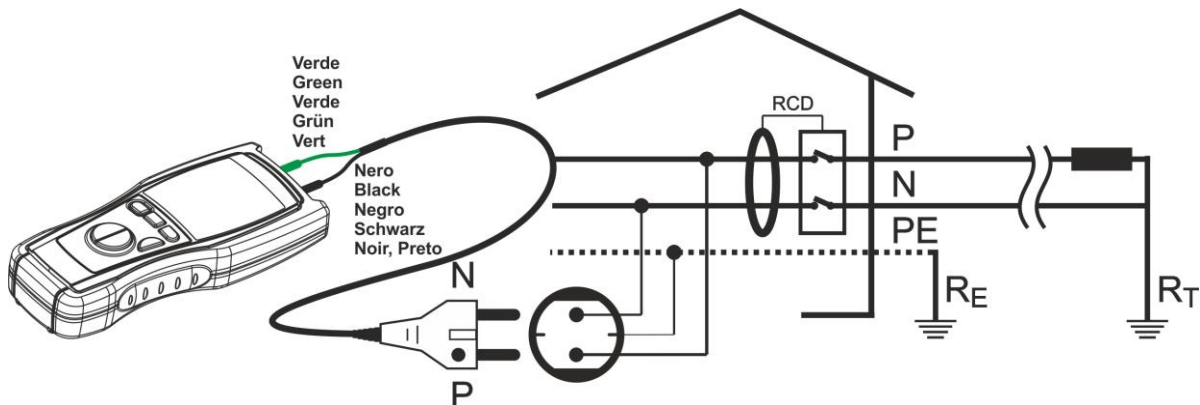

Fig. 13: Conexión de los terminales del instrumento en prueba R_a
6. Inserte el cable shuko en una toma de corriente (ver Fig. 13). En la figura está representado el conexionado con cable shuko